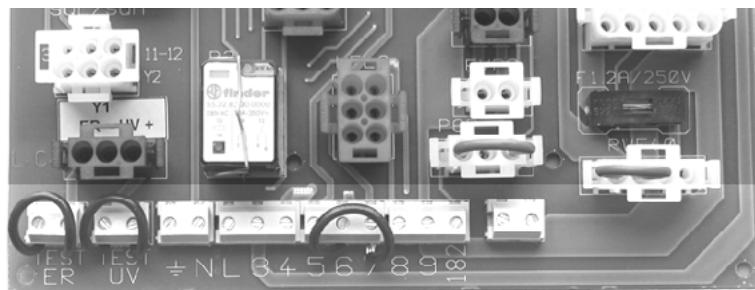
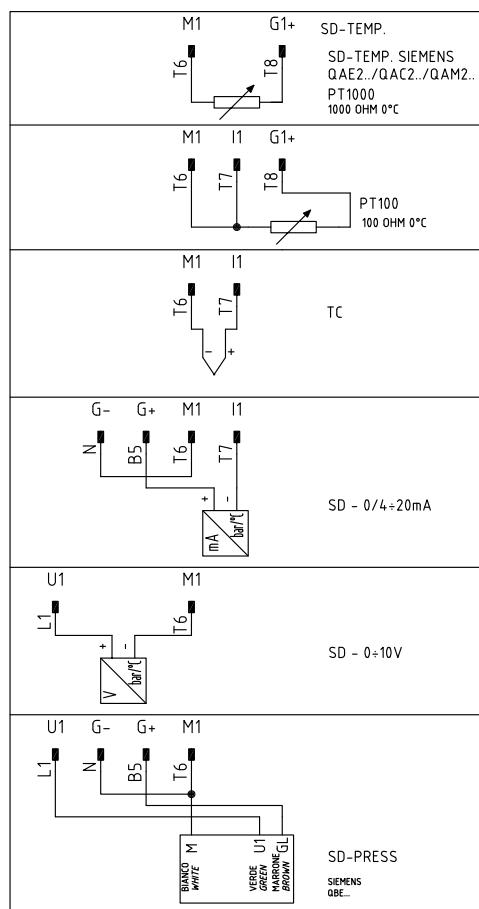

Рис. 16: Клеммник MA подключения на печатной плате
Рис. 18: Соединение датчиков
По подключениям см. клеммник на Рис. 16
1). Подсоединить провода, относящиеся к разрешительному сигналу от котла к горелке, на следующие компоненты (Рис. 16, Рис. 18)
2). Подсоединить провода, относящиеся к разрешительному сигналу от котла к горелке, на следующие компоненты (Рис. 16, Рис. 18)
3). В случае с модулирующими горелками, клеммы 5,6 и 7 клеммника MA горелки уже подсоединенены с модулирующим регулятором (мод. RWF 40). С электроцифта выходит 4-х полюсная вилка, предназначенная для подключения датчика температуры или давления (см. Рис. 18)